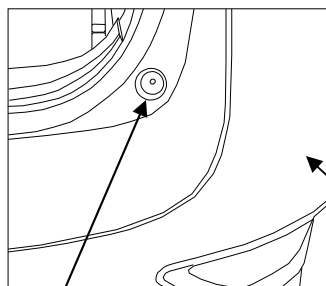

Figura 2
- Abra la puerta trasera. Retire los dos topes de goma de la puerta trasera. Ver Figura 2.